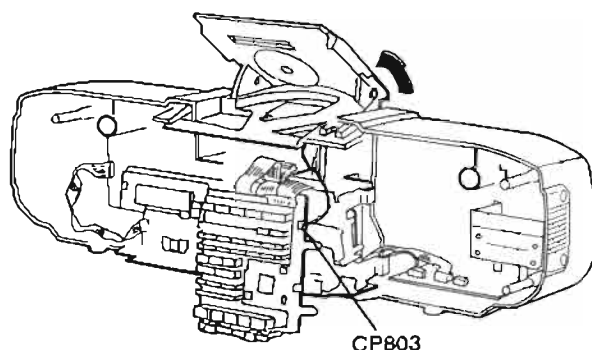

Abb. 15 Fig. 15
- Gehäuseoberteil in Pfeilrichtung (Abb. 15) abnehmen und Steckverbindung CP 803 lösen.
- Remove the upper cabinet in direction of the arrow (Fig. 15) and disconnect the connector CP 803.